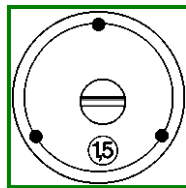

Bild 6: Einstellung des Hubes (außer Reihe SK 14 und SK 15)
11. **Einstellen des Hubes (nur SK 14, SK 14 short und SK 15):** Am hinteren Ende der Pistole ist eine Stellschraube mit Anzeigefeld angebracht (Bild 6). Der Wert im Anzeigefeld ist ein Maß für den Kolbenweg. Der Kolbenweg ist immer um 1 mm größer als der angezeigte Wert. Damit ist gewährleistet, dass auch bei dem kleinsten einstellbaren Wert von 1 mm immer noch ein Hub ausgeführt werden kann, sofern der Überstand nicht zu groß gewählt wird. Die Pistole SK 14 hat einen starren Kolben; daher gibt der Wert im Anzeigefeld nur dann den Hub wieder, wenn der Überstand genau 1 mm beträgt. Der wahre Hub (Lichtbogenlänge) ergibt sich daher nach der Beziehung: